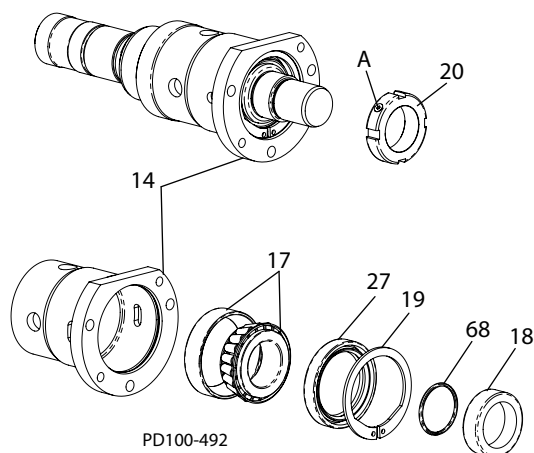

Figure 42 - Remove Bearings
1. Desserrez la/les vis de pression de blocage (Figure 42, objet A) dans les écrous d'ajustement du roulement (objet 20) et retirez les écrous d'ajustement du roulement.